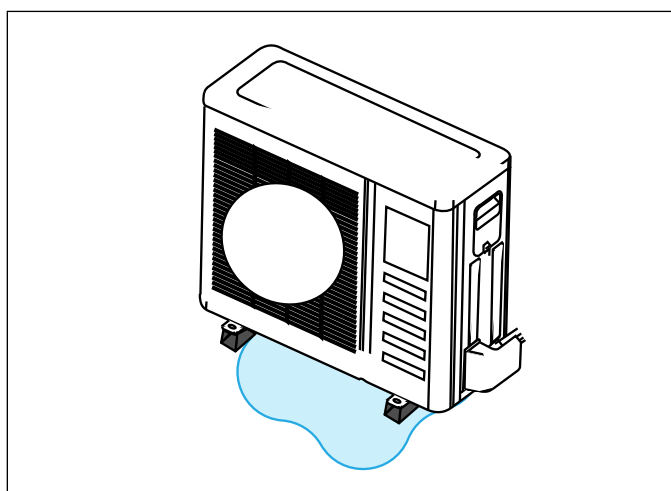

Figure 22. Éviter les dangers causés par le gel de l'eau de dégivrage
- Faire très attention à l'élimination de l'eau de dégivrage pour éviter que la glace empêche l'utilisation des allées ou crée un danger à proximité de l'unité extérieure comme illustré à la « Figure 22. Éviter les dangers causés par le gel de l'eau de dégivrage ».